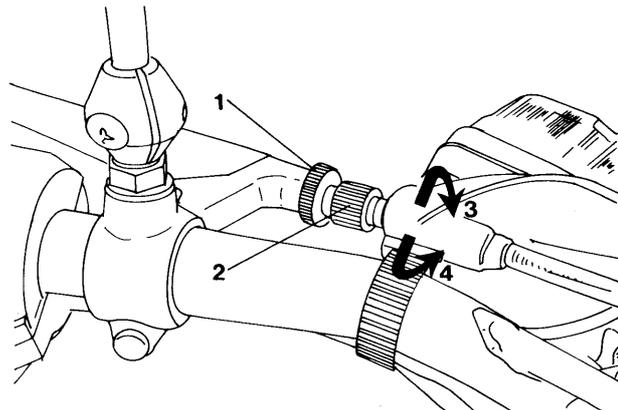

Bild 31 Kupplungseinstellung am unteren Einsteller
- Grössere Einstellungen werden mit Hilfe des unteren Einstellers vorgenommen. Unter Bezug auf Bild 31: